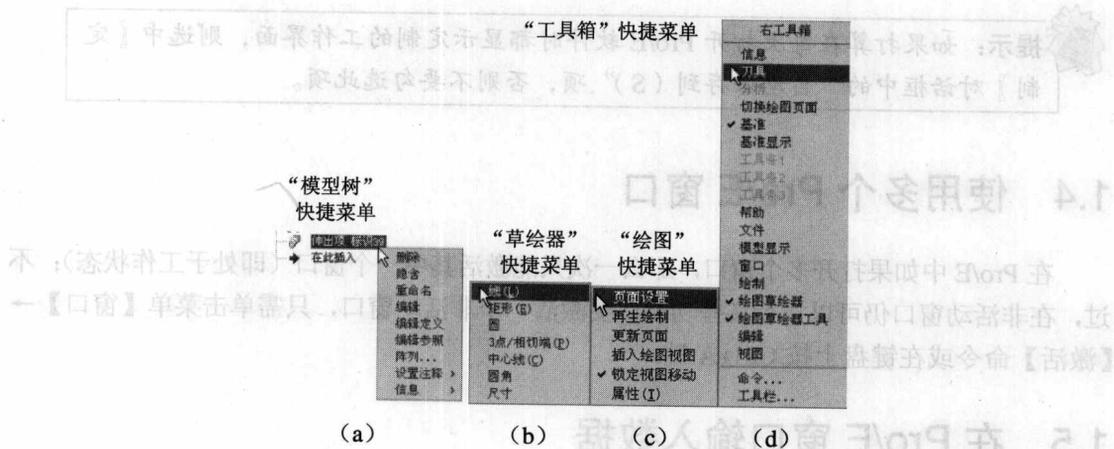

图 1-11
- “模型树”快捷菜单：在“模型树”中选择一个项目后，单击鼠标右键，即可打开“模型树”快捷菜单，如图 1-11 (a) 所示。
- “草绘器”快捷菜单：在“草绘器”窗口中单击鼠标右键，即可打开“草绘器”快捷菜单，如图 1-11 (b) 所示。
- “绘图”快捷菜单：在“绘图”模式下，在绘图窗口上单击鼠标右键，即可打开“绘图”快捷菜单，如图 1-11 (c) 所示。
- “工具箱”快捷菜单：在顶部、左侧或右侧工具栏上的任何地方单击鼠标右键，即可打开“工具箱”快捷菜单，如图 1-11 (d) 所示。